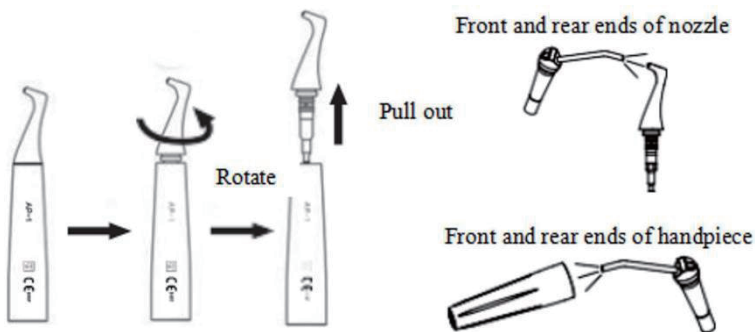

Abb. 8 Schema der Handstückreinigung
2.4.1.1 Entfernen Sie das Luftpolierhandstück, lösen Sie den Handstückkopf und ziehen Sie den Handstückkopf heraus (beim subgingivalen Handstück muss die Düse vorher entfernt werden), wie in Abbildung 8 dargestellt.